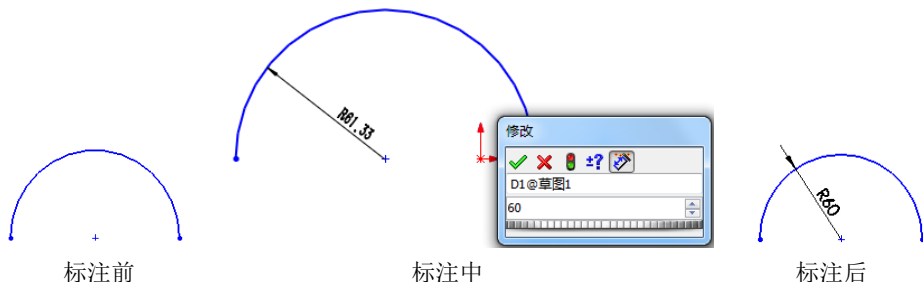

图 2-86 圆弧半径的标注过程图示
- 标注圆弧的半径：标注圆弧半径的方法比较简单，直接选取圆弧，在“修改”对话框中输入要标注的半径值，然后单击放置标注的位置即可。图 2-86 所示说明了圆弧半径的标注过程。